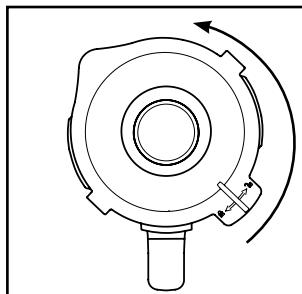
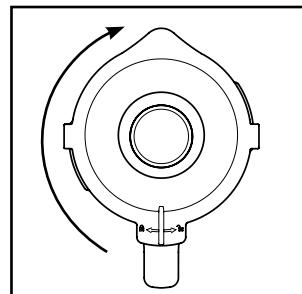

Fig. 1
Fig. 2
- 1) Scoateți recipientul de amestecare **③** drept, în sus din blocul motor **⑥**.
- 2) Îndepărtați capacul **②** rotindu-l în sens antiorar, în poziția (a se vedea fig. 1), până când îl puteți ridica.
- 3) Umpleți recipientul de amestecare **③**.
- 4) Apăsați din nou capacul **②** pe recipientul de amestecare **③**. Închideți capacul **②** rotindu-l în sens orar, în poziția , până când se blochează cu un sunet (a se vedea fig. 2). Aveți grijă ca gura de turnare de pe recipientul de amestecare **③** să fie închisă. Motorul poate porni numai după ce capacul **②** este șezat fix.